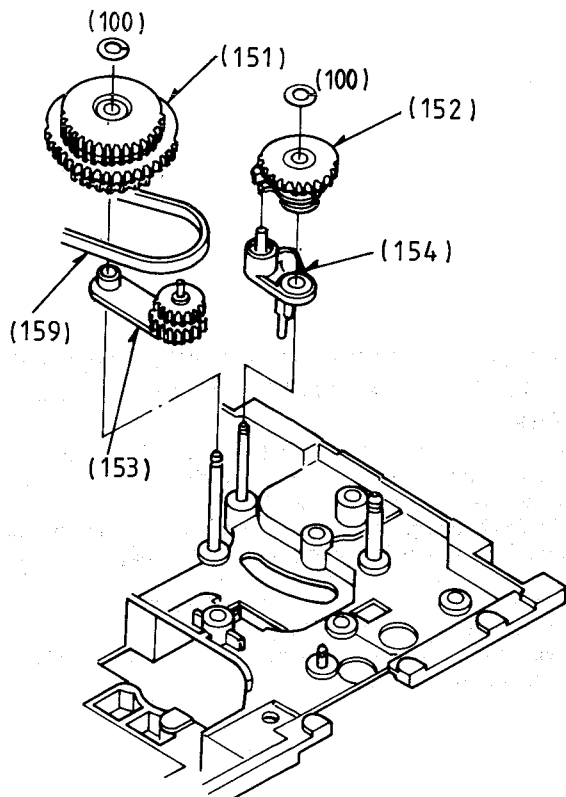

Fig. 57
7.7 Umspulhebel (153), Umspulkupplung (151), Zugverminderungshebel (154), Zugverminderungs-Kupplung (152)
- Umspulhebel (153) und Umspulkupplung (151) montieren (Fig. 57).
- Umspulriemen (159) auf die Umspulkupplung (151) legen.
- Zugverminderungshebel (154) und Zugverminderungs-Kupplung (152) einbauen.
7.7 Rev Arm Unit (153), Rev Clutch Unit (151), Tension Release Lever (154), Tension Release Clutch Unit (152)
- Fit the Rev Arm Unit (153) and the Rev Clutch Unit (151), Fig. 57.
- Put the Rev Motor Timing Belt (159) onto the Rev Clutch Unit (151).
- Fit the Tension Release Lever (154) and Tension Release Clutch Unit (152).